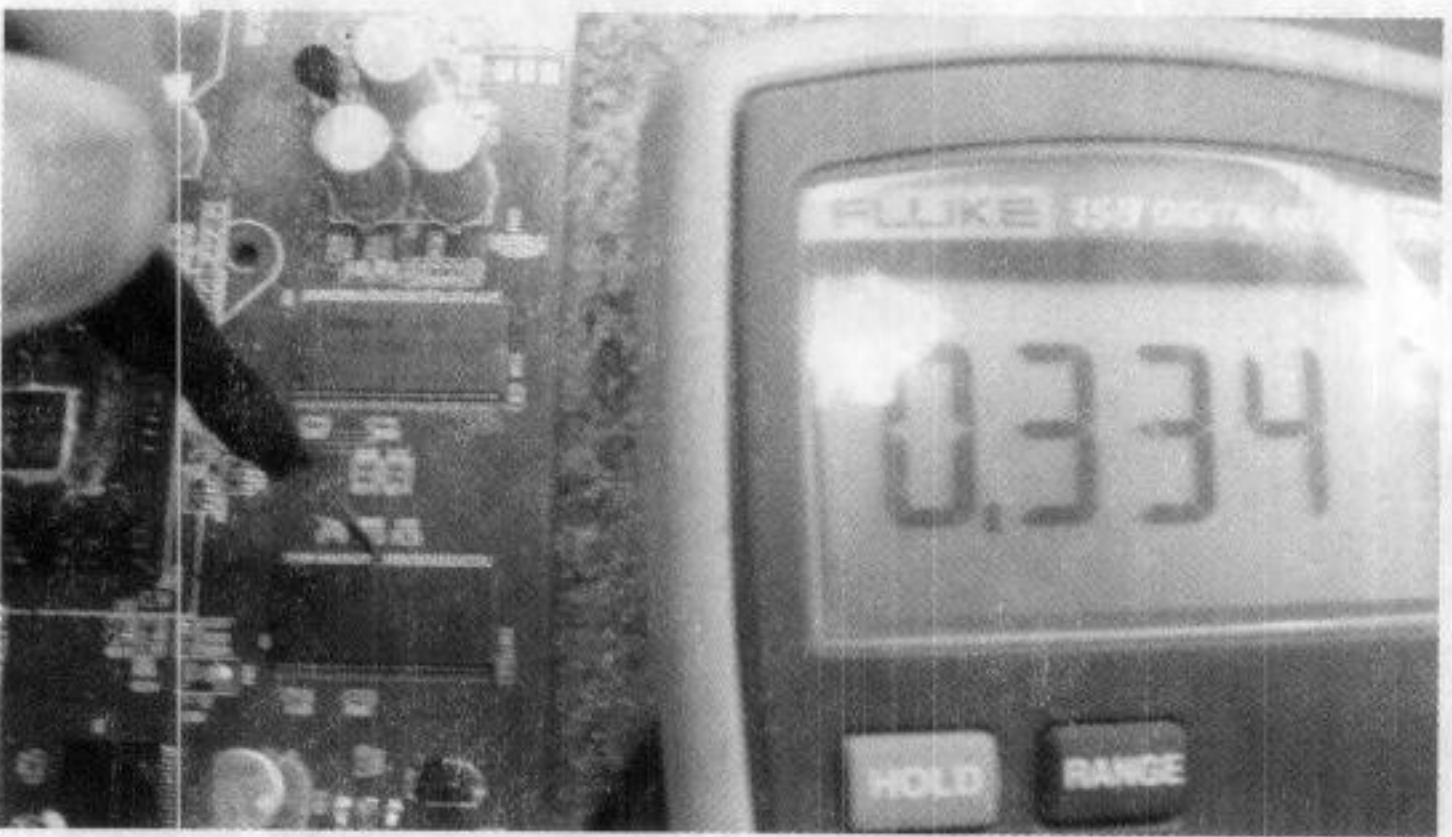

图 5-73 对比测阻值
(6) 由于旁边这个显存没有报错, 可以对比打值, 发现其 51 脚为 334, 如图 5-73 所示。